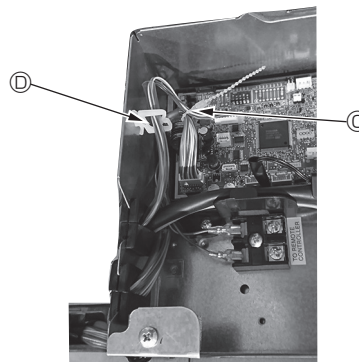

Fig. 10-14
- i-see Sensör ve sinyal alıcısı bağlantı kablolarının fazla kısımlarını şemada gösterildiği gibi elektrikli aksam kutusunda kablo kısıpına yerleştirin ve kabloları hep beraber tespit malzemesi ile tespit edin. (Fig. 10-14) i-see Sensörünü sabitleyen bantın ve sinyal alıcısı bağlantı kablosunun konektör kutusu içine konulduğundan emin olun. (Fig. 10-15)